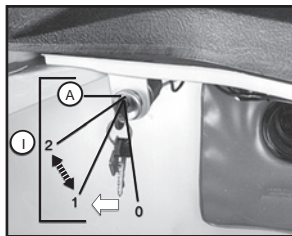

Fig. 10
I) Interruptor de encendido ON/OFF - Posiciones en el interruptor "A" (Consulte la Fig. 10)